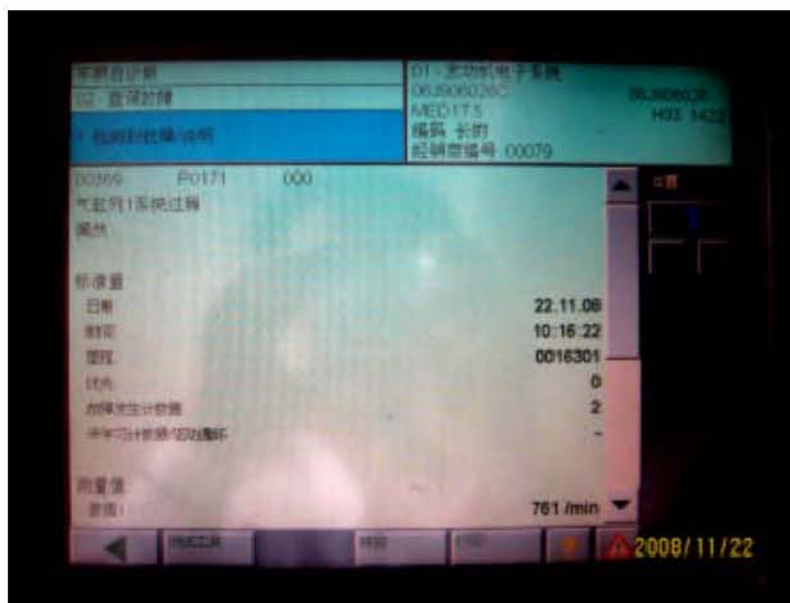

图 1 读取故障码
1). 用车辆检测仪检查, 存有故障代码: 00368 P0171 气缸列 1 系统过稀, 故障码可清除。如图 1、2 所示。